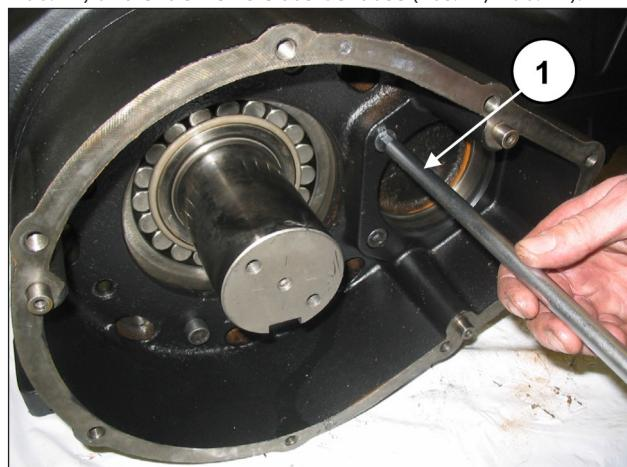

Abb. 21
Lösen Sie an der entgegengesetzte Seite die Befestigungsschrauben des Getriebegehäuses (Pos. ①, Abb. 21) und entfernen Sie das Gehäuse (Pos. ①, Abb. 22).